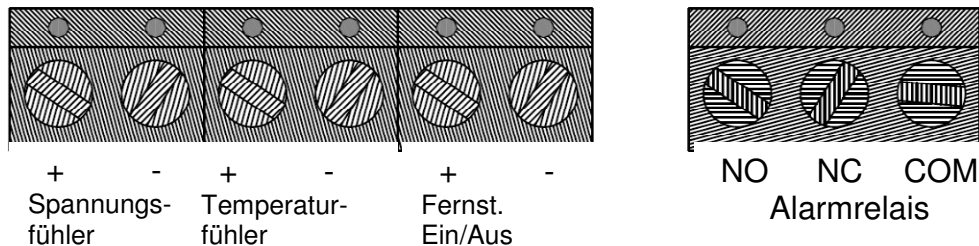

Abbildung 3 Klemmleiste
2.3.1. Externer Spannungsfühler (siehe Abbildung 3)